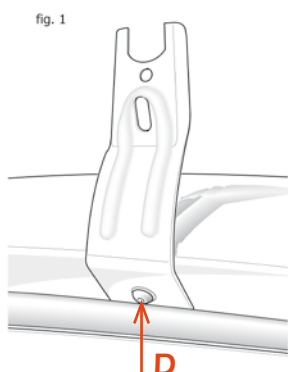

fig. 1
- Ⓘ Avvitare la staffa ( B / C ) nel foro presente all'interno della portiera ( fig. 1 ) per mezzo della brugola D e relativa rondella, facendo attenzione a quanto indicato sugli adesivi